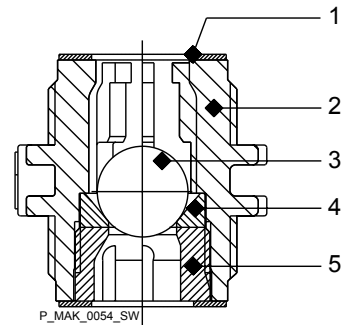

Abb. 23: Schnitt Einkugelventil
1. ➔ Den Ventildeckel (5) auf der Saugseite aufschrauben - siehe Abb. 23.
2. ➔ Die Teile vorsichtig aus dem Ventilkörper (2) nehmen.
6. ➔ Falls vorhanden: Die Druckfeder in den Ventilkörper (2) setzen.
7. ➔ Die Ventilkugel (3) und den Ventilsitz (4) einsetzen.
8. ➔ Den Ventildeckel (5) einschrauben.